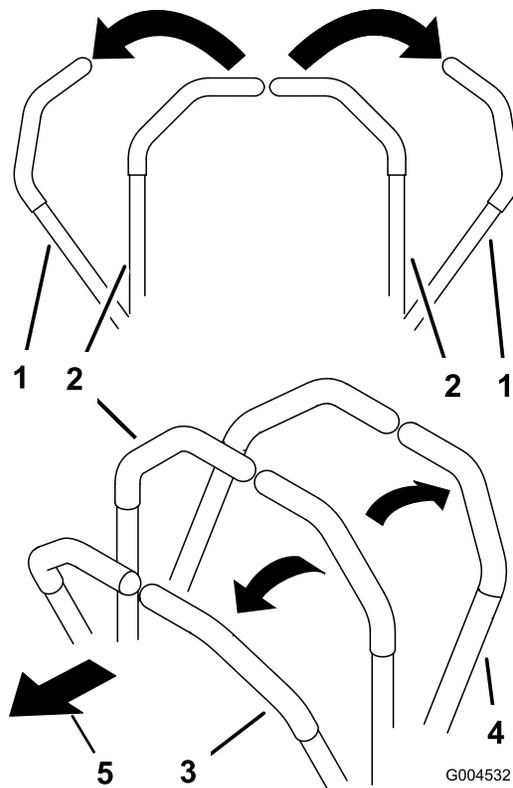

**Рисунок 23**
5. Извлеките шплинтуемый штифт и шплинт из положения хранения и зафиксируйте каждое крыло в вертикальном положении (**Рисунок 23**).